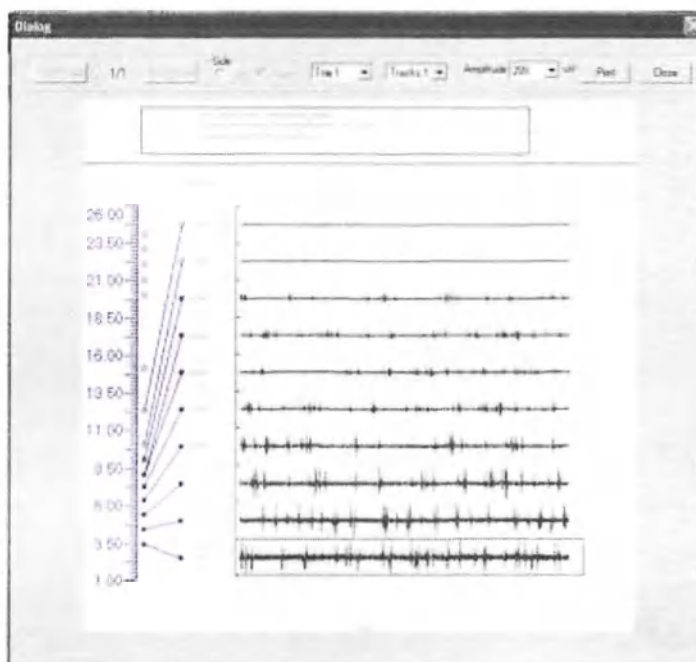

Рисунок 61: Диалоговое окно «Печать дорожки»
- **Print (Печать):** Откройте диалоговое окно печати, два раза нажав на нужную колонку. На выбранной глубине сохраненный отрезок выделяется в черной рамке. См. Рисунок 61